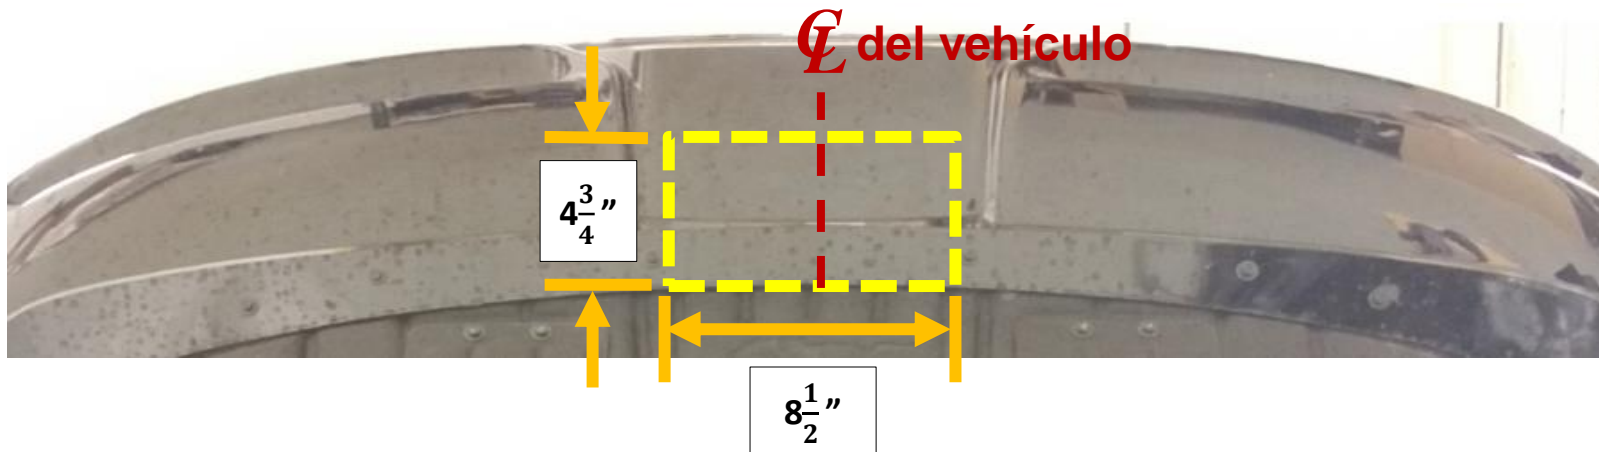

Figura 3
1. **Quite la cubierta inferior**- con un dado de 10 mm y un destornillador de cabeza plana, retire (16) pernos y (4) remaches respectivamente de la cubierta inferior. Quite la cubierta y consérvela para reinstalarla.
3. **Recorte la fascia inferior-** con una cinta métrica, un marcador y una navaja, mida, marque y recorte la fascia inferior como se muestra en la **Figura 3**.